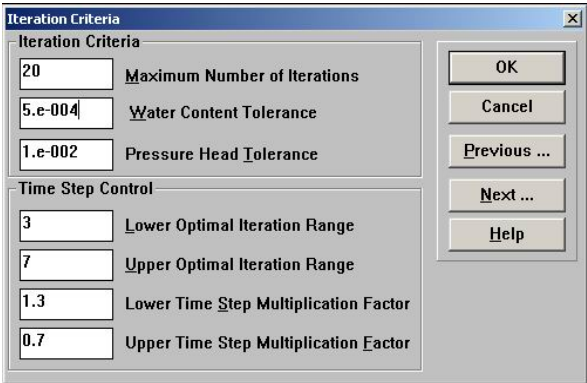

图 5-13 Water Flow Parameters 对话框
2、Water Flow Parameters: 由用户给定 VG 模型中的土壤水力特性参数，也可以根据土壤类别直接在下拉列表选用，如图 5-13。值得注意的是，这些值是经统计分析得出的，显然具有一定代表性，但它也只是一些近似平均参数值，只有在没有条件进行田间测量时才取用。